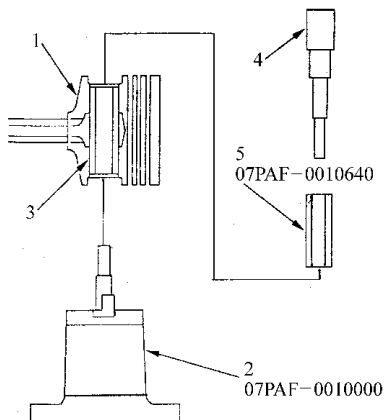

图 2-39 将活塞总成安放在专用工具上
3) 如图 2-39 所示，让压花标记面朝上，安放在专用工具上。确保要将活塞上的凹面放在专用工具的凸起上。